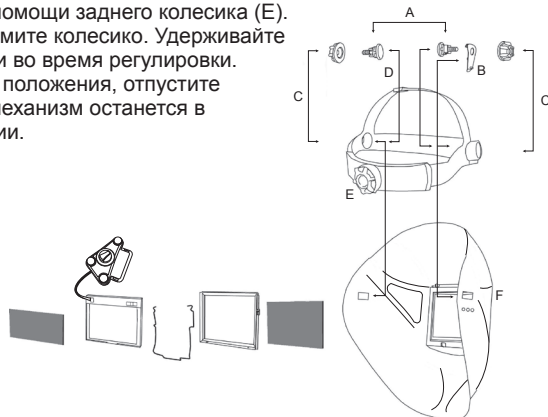

Рис. 1
1. Вставьте винты (А) в отверстие на механизме крепления (D).
2. Вставьте механизм головного крепления (D) в маску (F), как показано на рис. 1 и протолкните винты (А) в прямоугольные отверстия в маске.
3. С правой стороны между винтом (А) и маской (F) вставьте пластину для регулирования наклона (В) таким образом, чтобы штырек закрепился в одном из трех предназначенных для этого отверстий в маске. Для оптимального комфорта выберите подходящее отверстие.
5. Отрегулируйте крепежный механизм (D) в соответствии с размером головы при помощи заднего колесика (Е). Перед регулировкой нажмите колесико. Удерживайте его в нажатом положении во время регулировки. Достигнув оптимального положения, отпустите колесико, и крепежный механизм останется в установленном положении.